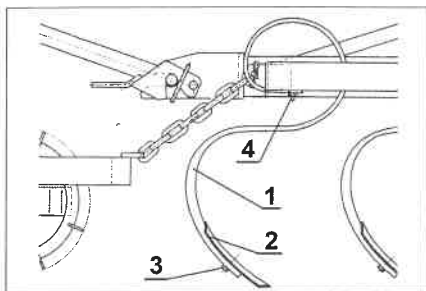

Fig. 5 Dent du cultivateur 1 - dent, 2 - couteur, 3 - vis de fixation du couteur, 4 - vis de fixation de la dent
- dévisser la vis de fixation de la dent (fig. 5, position 4)